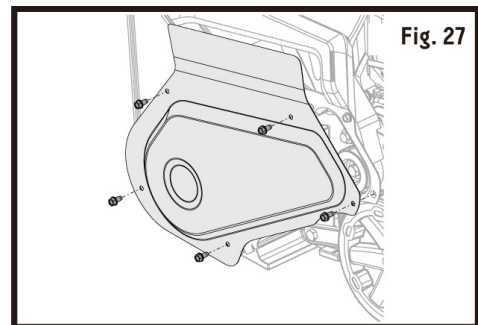

Fig. 27
3. Fjern festene til remdekselet og fjern dekslet. Ta vare på alle delene (fig. 27).